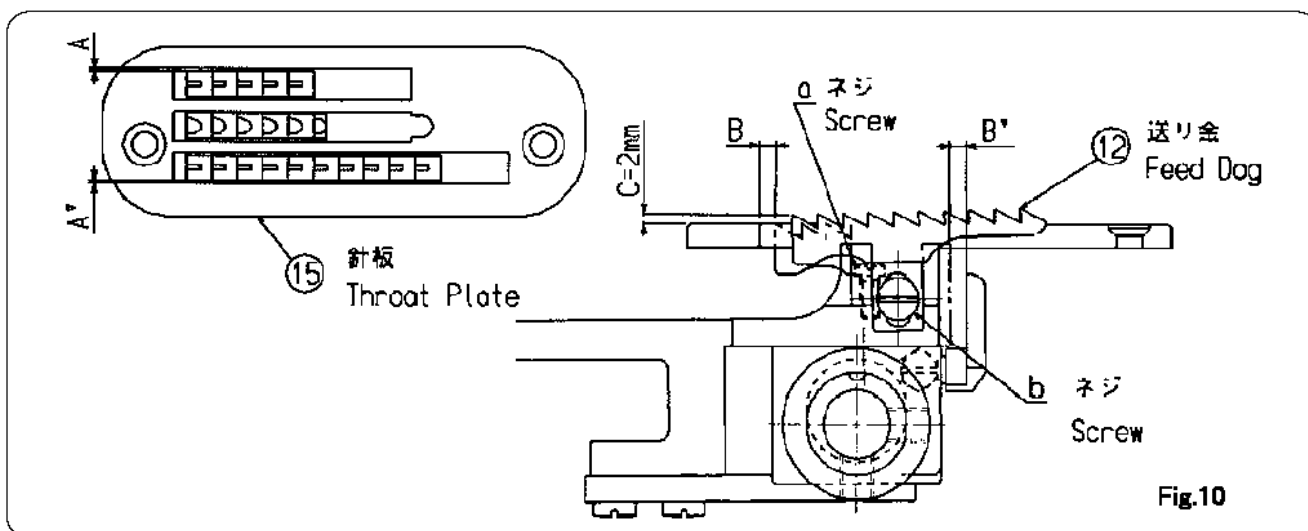

Fig.10
Clearance between end of Feed Dog ⑫ and grooves of Throat Plate ⑮ must be uniform both in crosswise and longitudinal directions, as shown in Fig.10, when Feed Dog ⑫ is set to a specified stitch length within its adjustable range.
Feed Dog ⑫ teeth on trailing edge should protrude above Throat Plate ⑮ by 2.0mm (dimension 'C' of Fig.10), when Feed Dog is in its highest position. Detail of required adjustments is as follows:
Adjust height of screw, (a) of Fig.10, so that Feed Dog ⑫ teeth on trailing edge are to 2.0mm high above Throat Plate ⑮ ('C' of Fig.10) when Feed Dog is at its highest position. Firmly set Feed Dog in position by tightening screw (b). When Feed Dog makes scratches on the crepe tape, set Feed Dog a bit higher.
送り金⑫は、要求縫目長さにセットされた送り運動で、針板⑮の溝幅と溝長さに対して、Fig.10で示すように、左右($A=A'$)、前後($B=B'$)とも同じ隙間になるようにしなければなりません。
送り金⑫の高さは、Fig.10で示すように、送り金が最も上がった位置で、送り金の後側が針板上面より $C=2.0\text{mm}$ になるように、ネジaの高さを調整してください。そして送り金をネジbにて締付けてください。クレープテープを縫って送り金の引っかかり傷がつく場合は送り金を上げ気味にして取付けてください。